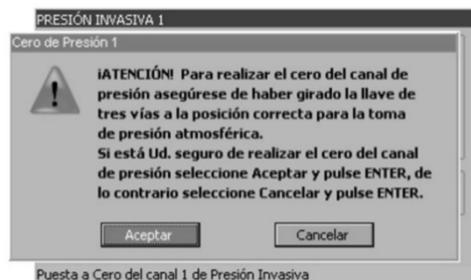

Figura 11-14 - Mensaje de advertencia
- 6 Presione el botón de "Cero" para iniciar el proceso. A continuación, se abrirá una ventana como se ve en la figura 11.14.